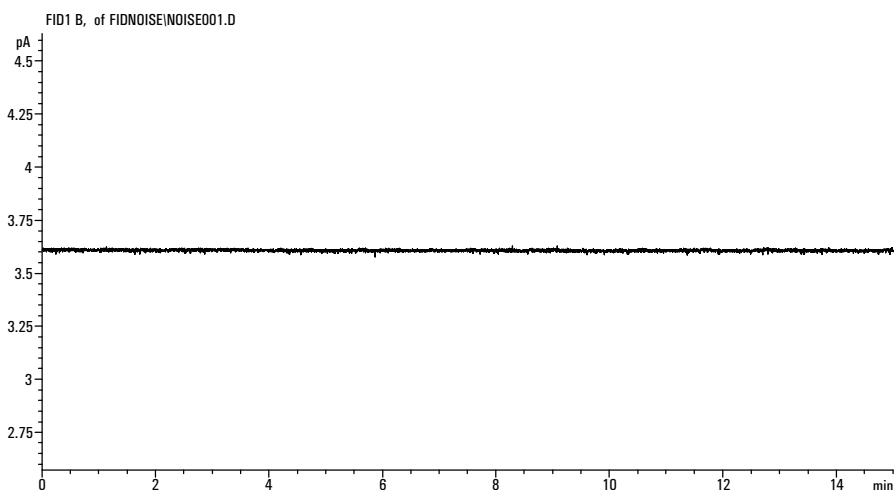

図 8. FID ノイズ、ワンダー、ドリフトプロット例
2. Start を押してブランク分析を実行し、それが終わるのを待ちます (図 8)。